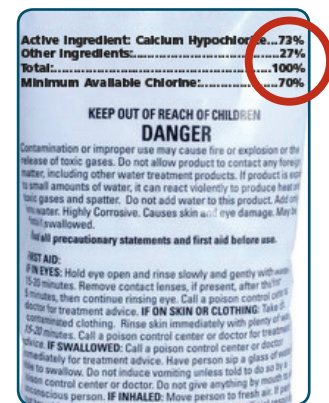

Figura 1. Ejemplo de cómo puede mostrarse la información sobre el cloro disponible en un recipiente de lejía seca en polvo.
PASO 1: Identificar el cloro disponible en el recipiente o las pastillas que se utilizarán para preparar la solución. Véase la **Figura 1**.